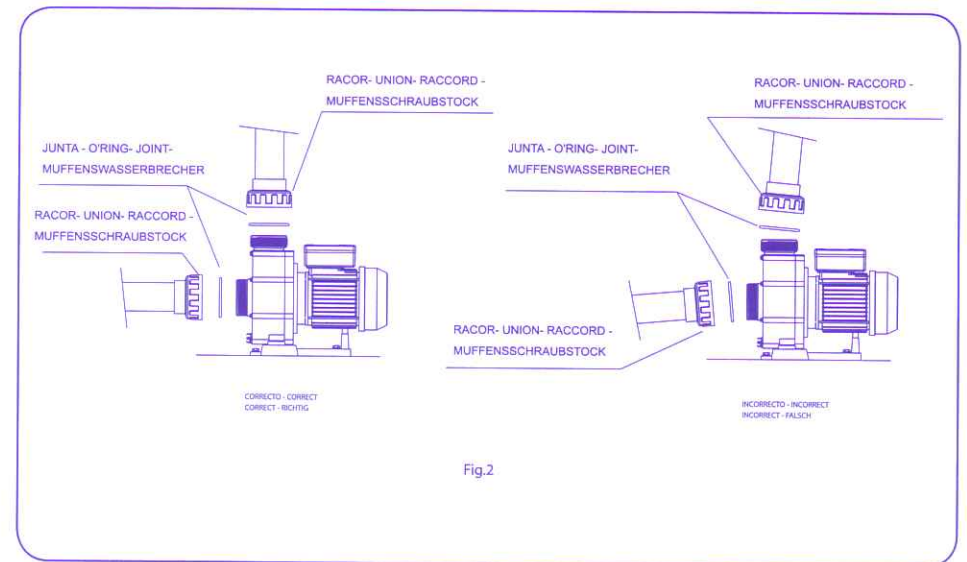

Fig.2
- ! La connexion de la tuyauterie doit être effectuée par collage au jeu de raccords fourni avec la pompe ; les unions de raccord aux bouches d'aspiration et d'impulsion de la pompe sont filetées et dotées de joints d'étanchéité permettant d'éviter la perte d'eau (Fig. 2).
- L'installation des tuyaux d'impulsion devra être effectuée dans une position entièrement perpendiculaire et parfaitement centrée par rapport à la bouche à connecter, de façon à éviter que la pompe et le tuyau ne soient soumis à des efforts externes qui, indépendamment de gêner les opérations de montage, pourraient arriver à en causer la rupture. (Fig. 2)
- La tuyauterie d'aspiration devra être installée en légère inclinaison (2 %) vers la pompe, ce qui permettra d'éviter la formation de sacs d'air. (Fig.2)